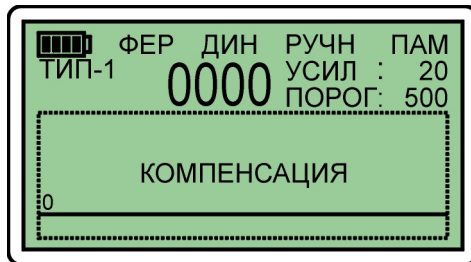

Рис. 6.5 Режим компенсации
6.6.2 Для компенсации начального сигнала преобразователя нажать кнопку ">0<" УСТ. 0, при этом на дисплее дефектоскопа появится надпись "КОМПЕНСАЦИЯ" (рис. 6.5).